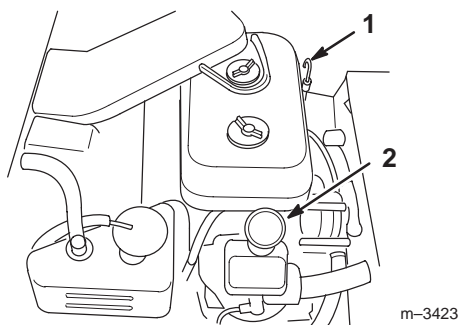

Figure 5
3. Nettoyez la surface autour de la jauge d'huile (Fig. 5) pour éviter que des impuretés s'introduisent dans le tube de la jauge, ce qui risquerait d'endommager le moteur.
5. Enfoncez la jauge complètement dans le tube (Fig. 5).